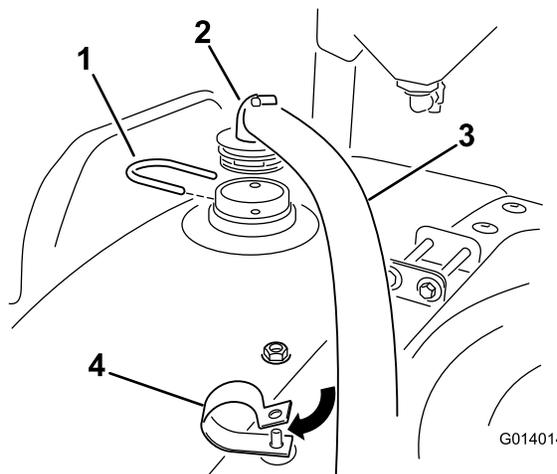

Figure 23
1. Montez le côté du flexible muni du raccord à 90 degrés sur la traversée posée précédemment à l'avant et sur le haut de la cuve (Figure 23).
2. Fixez-le en place sur la cuve avec un étrier, comme illustré à la Figure 23.
3. Passez le bout ouvert du flexible dans le collier en R et amenez-le à l'éjecteur. Vissez un contre-écrou sur le boulon du collier en R et serrez-le à la main à ce stade (Figure 23). Cela permettra d'effectuer d'autres réglages.